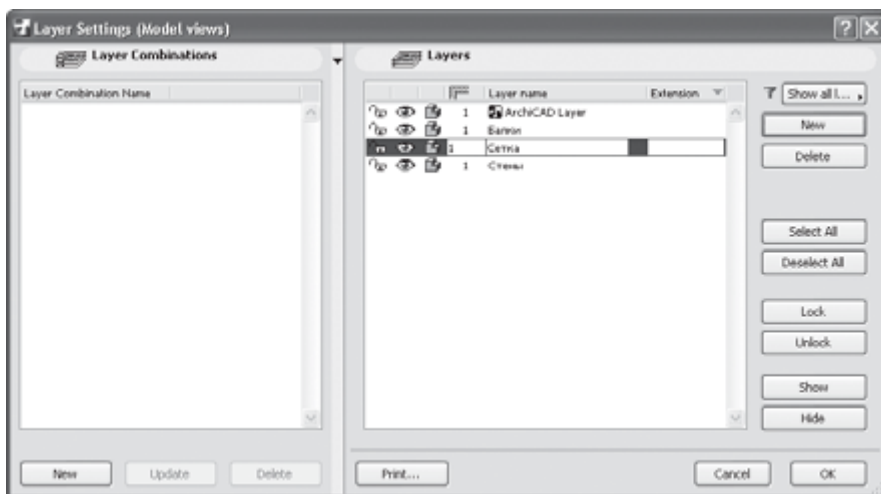

Рис. 7.2. Создание списка слоев
3. Повторите пункты 1–2, вводя имена **Балки** и **Сетка**. Список слоев создан (рис. 7.2).